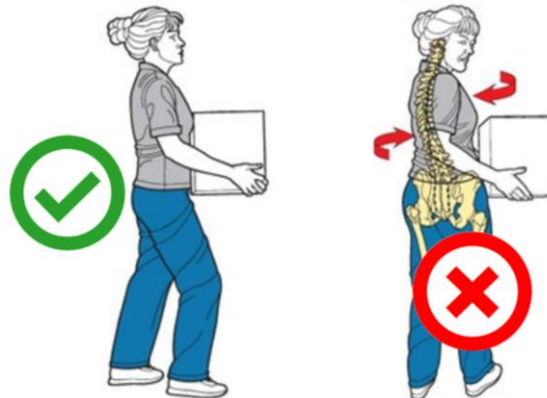

Fig. 6-4 - Tecnica di movimentazione
- Evitare le torsioni del busto (Fig. 6-4);